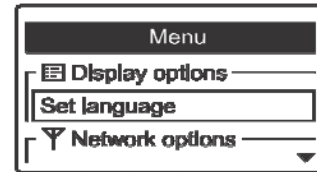

РИС. 95
1. Если в пульт дистанционного управления не было добавлено ни одного устройства, вместо экранов статуса отображается меню, показанное на Рисунке 95. В этом случае, перейдите к шагу 2. В противном случае, если появляются экраны статуса, нажать кнопку ВЫБРАТЬ (O) на пульте для отображения экрана Меню (См. Рисунок 95).